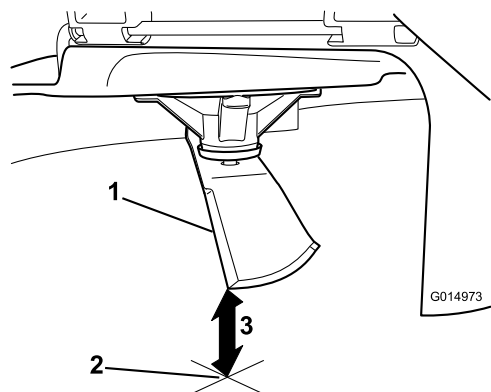

Figure 67
5. Mesurez la distance entre la pointe de la lame et la surface plane (Figure 67).